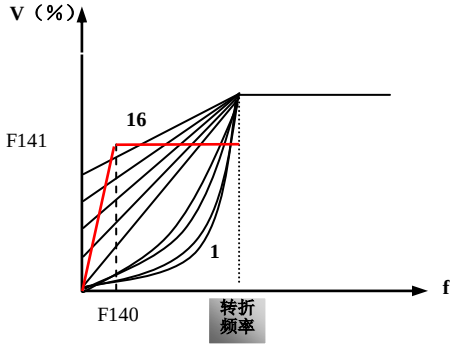

图 6-3 转矩提升示意图
- 如图 6-3 所示，当 F137=0 时，VF 曲线补偿量=Max (F138, F141)；